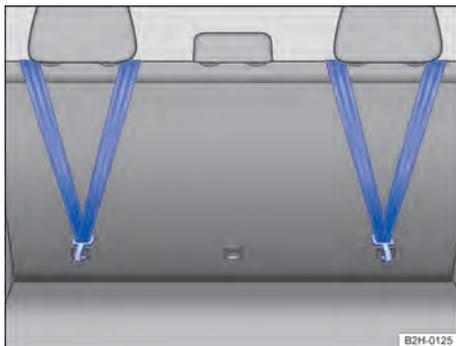

Fig. 42 Na parte traseira do encosto do banco traseiro: cinto de fixação superior preso.
5. Enganchar o cinto de fixação superior no respectivo olhal de retenção → Fig. 42.